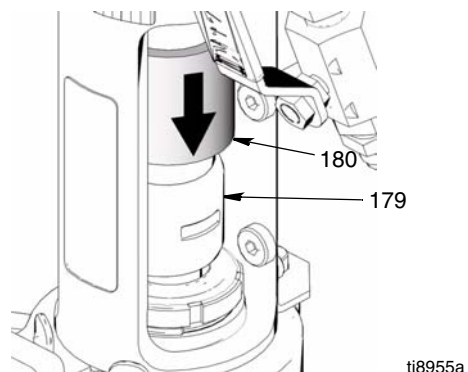

Рис. 18
6. (Рис. 18) Сдвиньте крышку соединителя (180) вниз поверх штоковых соединителей (179).